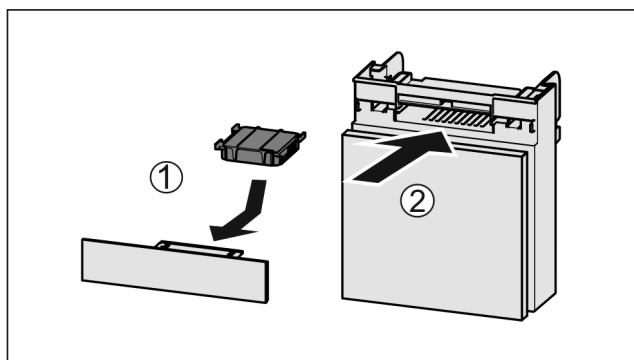

Fig. 58
- ▶ Filtr s aktivním uhlím vložte podle vyobrazení Fig. 58 (1).
- ▶ Zásuvku zasuňte Fig. 58 (2).